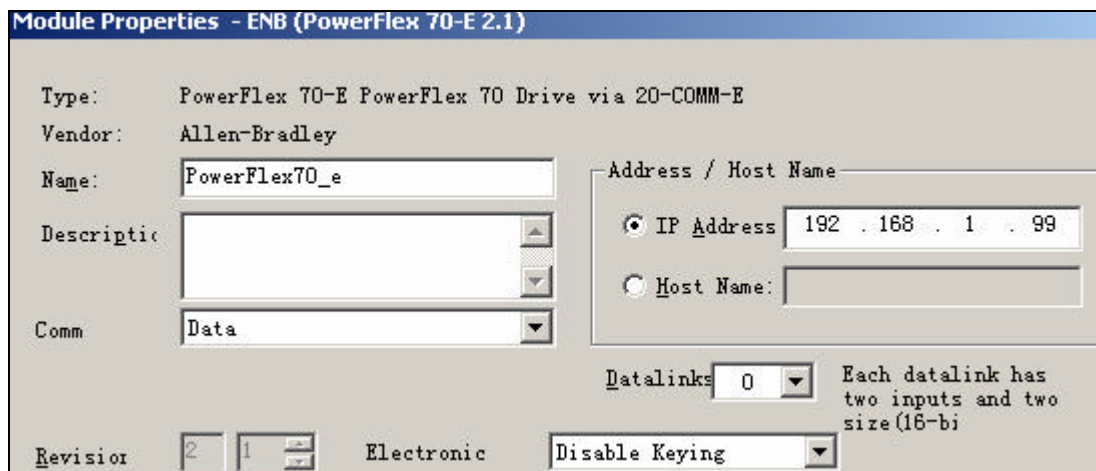

图 4-82 模块属性对话框
12. 点击 OK，弹出如图 4-82 所示模块属性对话框，设置模块名称以及 IP 地址等参数。
13. 右键单击 Controller Tags，在弹出菜单中选择 Monitor Tags，如图 4-82 所示。该项用于控制器运行时，直接观看到输入标签值的变化，也可直接为输出标签值进行设定。